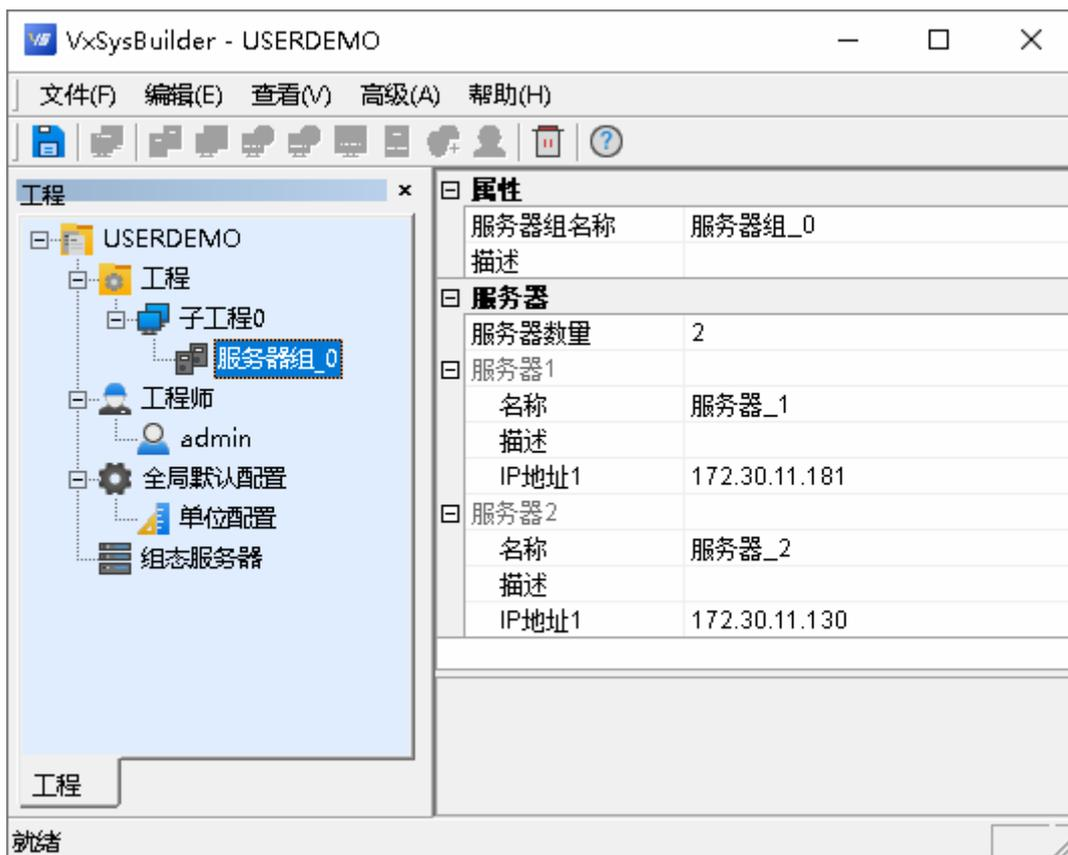

图 3-5 系统结构组态软件界面
- 2) 在工程组态树中，选中“服务器组 0”节点，右侧出现的组态属性栏，如图 3-5所示。